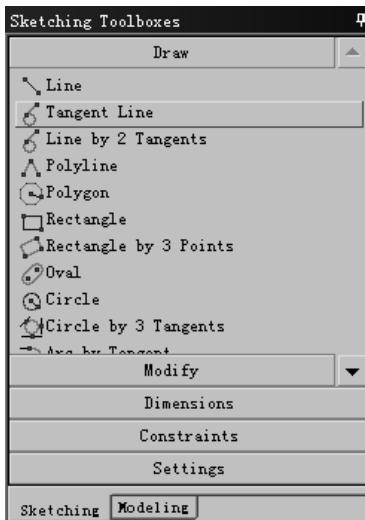

图 3.1.7 “Sketching Toolboxes”对话框
- ◆ 打开 Sketching 选项卡，弹出图 3.1.7 所示的“Sketching Toolboxes”对话框，使用该对话框可以进行二维草图的绘制、修改、尺寸标注、约束的添加及草绘环境的设置等，关于二维草绘内容将在 3.2 节中具体介绍。